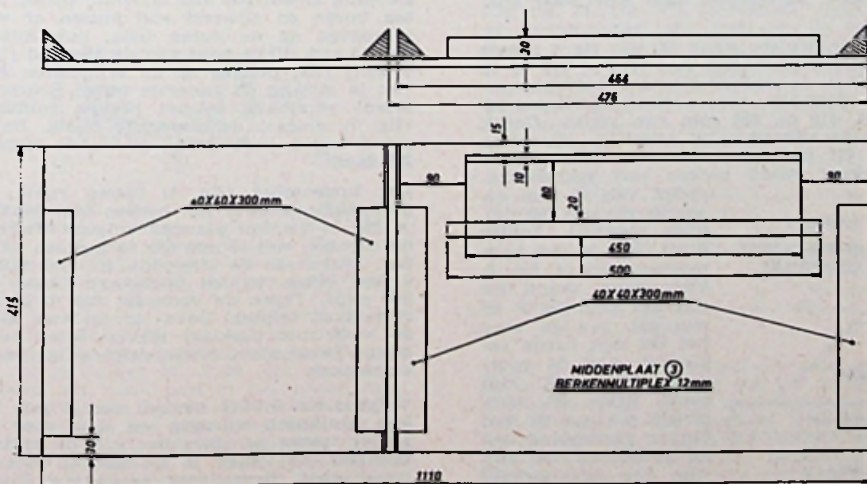

Fig. 5
Voor de middelste plank (3) van fig. 1 neemt men berken multiplex van $1110 \times 415 \times 12$ mm. Tekenen de scheiding tussen grammofoon- en radiodeel aan: vier evenwijdige lijnen op 460, 464, 476 en 480 mm van rechts. Gelijktijdig met beide zijkant(en) en langs de lijnen op 464 en 476 mm lijmt en schroeft men vier driehoekige vuren balken met rechthoekszijden van 40 mm en een lengte van 300 mm, alles bovenop. Achter blijft weer 30 mm vrij; montage als in fig. 5. Vervolgens zagen we een gat van 450×80 mm uit, met een voor het 630 mm brede radiodeel blijft 25 mm staan, links 90 mm, terwijl we ook 90 mm blijven verwijderd van de getekende 480 mm lijn. Aan de voorkant van het gat hakken we